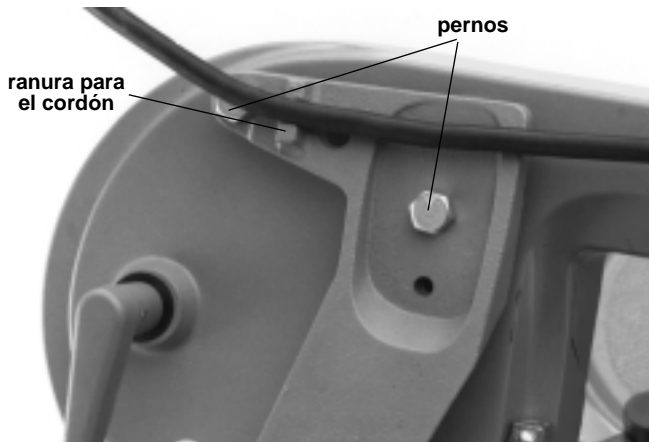

Figura 4
2. Coloque el brazo de montaje de la prensa de tornillo sobre la sierra (Figura 4) y fíjelo con los dos pernos de cabeza hexagonal provistos con la prensa 32V. (Par de torsión: 40 a 50 pulgadas libras.)
4. Coloque el cordón en la ranura como se muestra en la Figura 4.